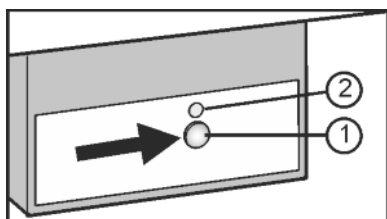

Fig. 23
- ▶ Нажмите и удерживайте кнопку On/Off Fig. 23 (1) так, чтобы светодиод Fig. 23 (2) загорелся.